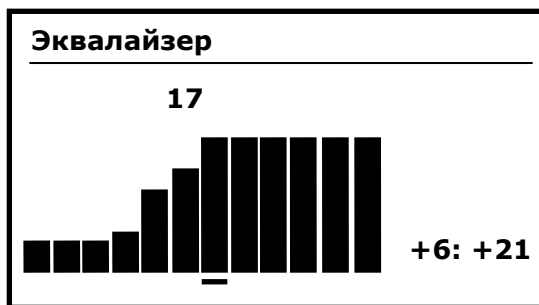

Рис. 21
- «ЭКВАЛАЙЗЕР» позволяет настраивать различную громкость звучания для сигналов с разными числами **VDI**. Диапазон чисел **VDI** разбит на **12** секторов. Для каждого сектора возможно изменение громкости от **0** до **17**. При установке значения **0** звук будет отсутствовать, **17** - громкость звучания для данного сектора будет максимальной. Для входа в режим настройки эквалайзера нажмите кнопку [+]. На экране появится меню настройки эквалайзера (Рис. 21):